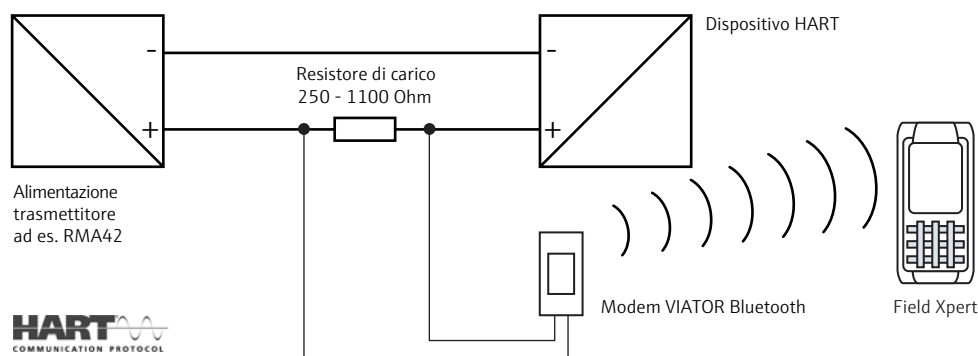

Fig. 2-2: Connessione mediante resistore di carico
- con normale alimentazione del trasmettitore, es. RMA42: connessione mediante un resistore di carico $270\ \Omega$ ($250\ \Omega - 1100\ \Omega$) collegato al loop come mostrato in Fig. 2-2